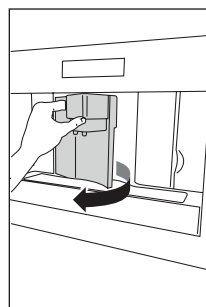

Fig. 23
- ▶ Aprire lo sportello di servizio (Fig. 23).